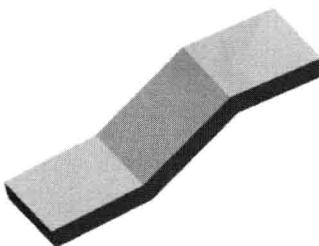
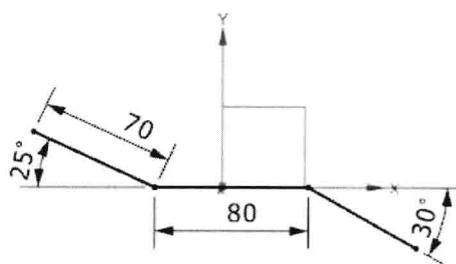

图 1.2 拉伸特征 1
图 1.3 截面草图
Step2. 创建图 1.2 所示的拉伸特征 1。选择下拉菜单 **插入(S)** → **设计特征(E)** → **拉伸(E)...** 命令（或单击 **拉伸** 按钮）；单击“拉伸”对话框中的“绘制截面”按钮 **草图**，系统弹出“创建草图”对话框，选取 XY 基准平面为草图平面，选中 **设置** 区域的 **创建中间基准 CSYS** 复选框，单击 **确定** 按钮，绘制图 1.3 所示的截面草图，然后退出草图环境；在 **限制** 区域的 **结束** 下拉列表中选择 **对称值** 选项，并在其下的 **距离** 文本框中输入值 32.5；其他参数采用系统默认设置；单击 **<确定>** 按钮，完成拉伸特征 1 的创建。